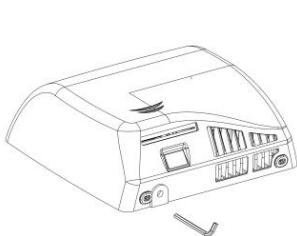

Fig. 1
1. Drehen Sie die Befestigungsschrauben im Uhrzeigersinn (CW) mit dem mitgelieferten Spezialschlüssel, bis sie komplett gelöst sind (siehe Abbildung 1).